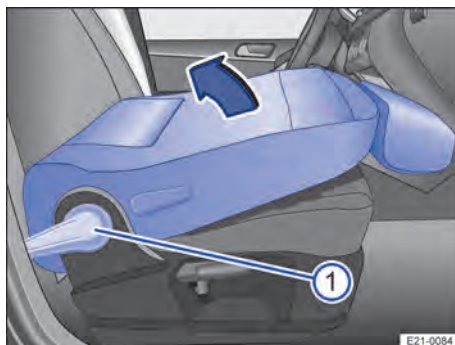

Abb. 63 Beifahrersitz: Sitzlehne zurückklappen.
2. Zum Zurückklappen Hebel → Abb. 63 ① nach unten drücken, um die Beifahrersitzlehne erneut zu entriegeln.
3. Beifahrersitzlehne in Pfeilrichtung → Abb. 63 nach hinten in die aufrechte Position klappen.